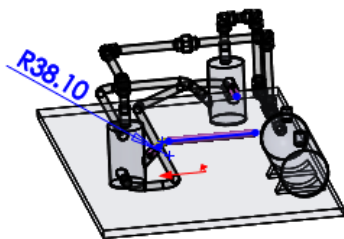

图 11.9.20 横断面草图
Step4. 绘制管道线路。绘制图 11.9.20 所示的横断面草图。